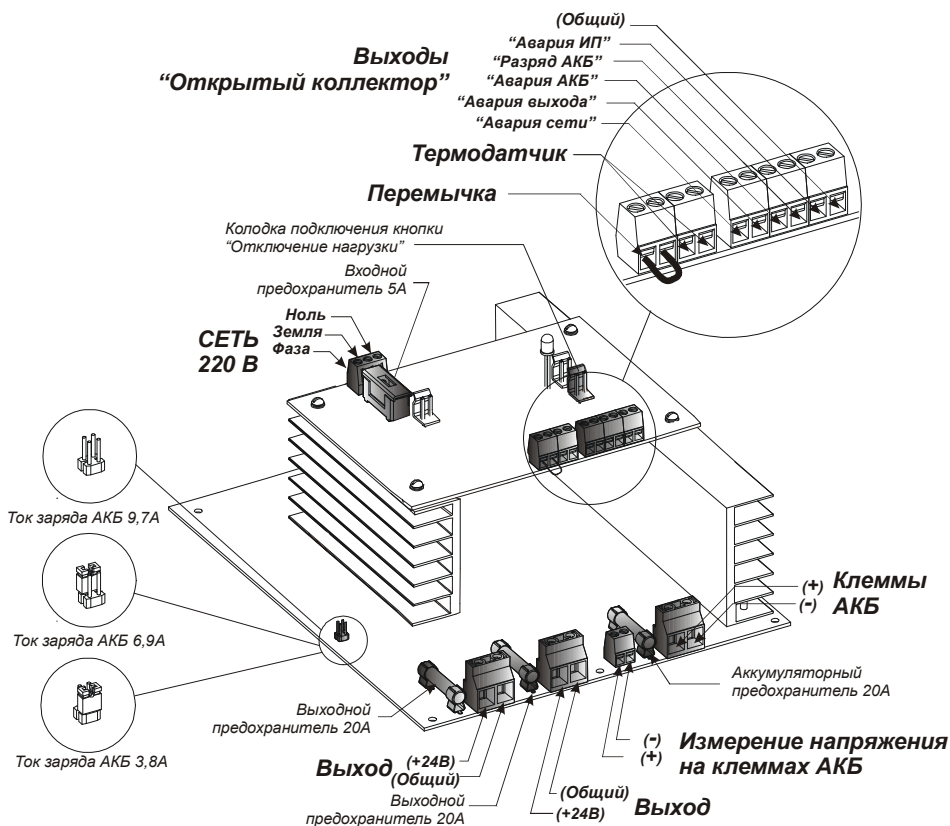

Рисунок 5
- выставить перемычками ток заряда АКБ см. табл. 3 и рис. 5 (перед выбором тока заряда, посмотрите в документации на АКБ, используемые у вас, какой ток зарядки рекомендуется);